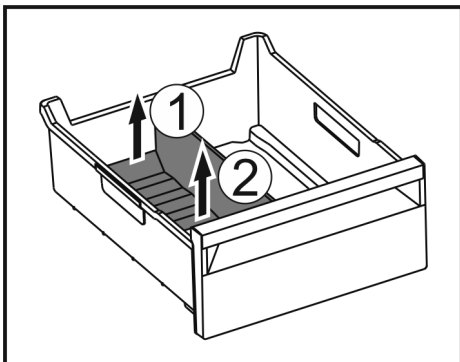

Fig. 99
- Nosta jäälaatikon jakajan takaosaa. Fig. 99 (1)
- Poista jäälaatikon jakaja ylöspäin. Fig. 99 (2)